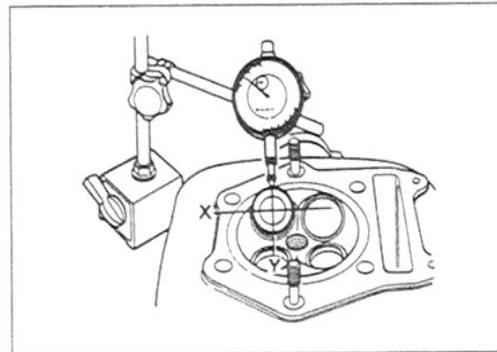

Bild 128 ►
-  Falls Spiel ausser Toleranz, Durchmesser des Ventilschafts messen (Bild 128); Sollwert / Einlass 6,960 – 6,975 mm; Sollwert / Auslass 6,945 – 6,960 mm. Falls Ventilschaft zu dünn, mit neuem Ventil prüfen, ob Spiel wieder in Toleranz ist. Ventil Sitz in jedem Fall im Fachbetrieb auf neues Ventil einschleifen lassen.